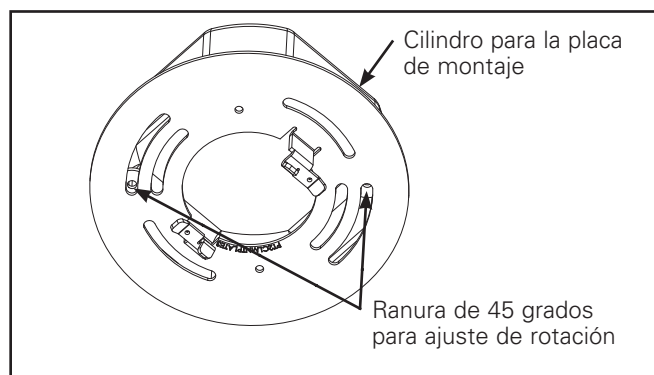

Figura 2.
2. Usando los tornillos suministrados, instale la "cubierta" a la placa de montaje (consulte la figura 2).